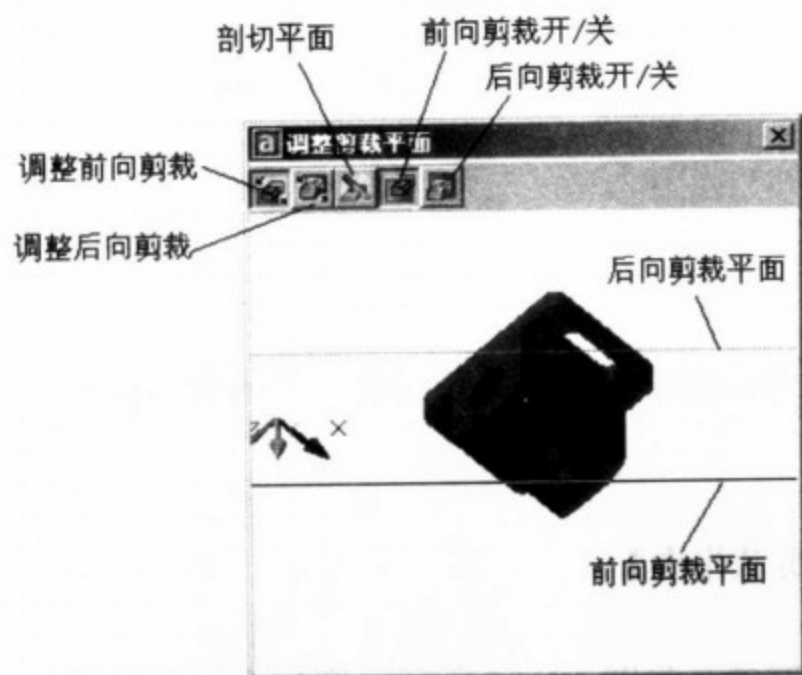

图 10-16 【调整剪裁平面】窗口
可以在三维动态观察器中调整剪裁平面，以察看对象不同位置的内部结构。剪裁平面是不可见平面。移出剪裁平面的对象或移出剪裁平面的对象的某些部分不能显示在视图中。在【调整剪裁平面】窗口中，有两个剪裁平面：前向剪裁平面、后向剪裁平面。前向和后向剪裁平面在【调整剪裁平面】窗口的顶部和底部表示为直线，如图 10-16 所示。
(1) 调整前向剪裁 。调整前向剪裁的位置。位于【调整剪裁平面】窗口底部的直线，通过上下拖动该直线，以调整前向剪裁面的位置，如图 10-16 所示。
(2) 调整后向剪裁 。调整后向剪裁的位置。位于【调整剪裁平面】窗口顶部的直线，通过上下拖动该直线，以调整后向剪裁面的位置，如图 10-16 所示。